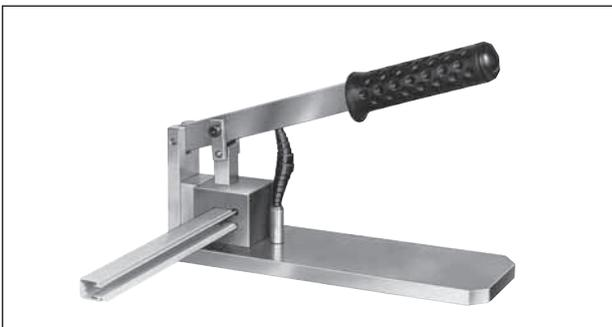
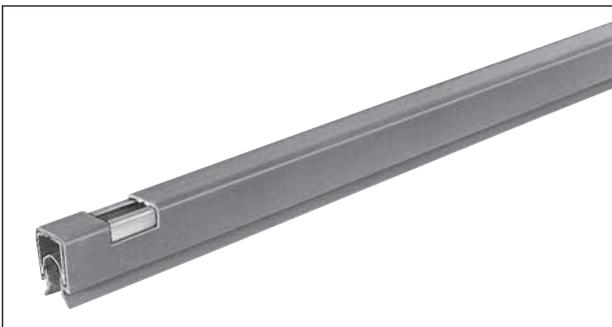

Bild 13: Handstanze
Bild 14
- 1) Isolierprofil um ca. 50 mm vom Stromschieneprofil herunterziehen und mit der Handstanze HST 15 (Bild 13) eine rechteckige Aussparung in das Isolierprofil stanzen (Bild 14 und Skizze 6 a).